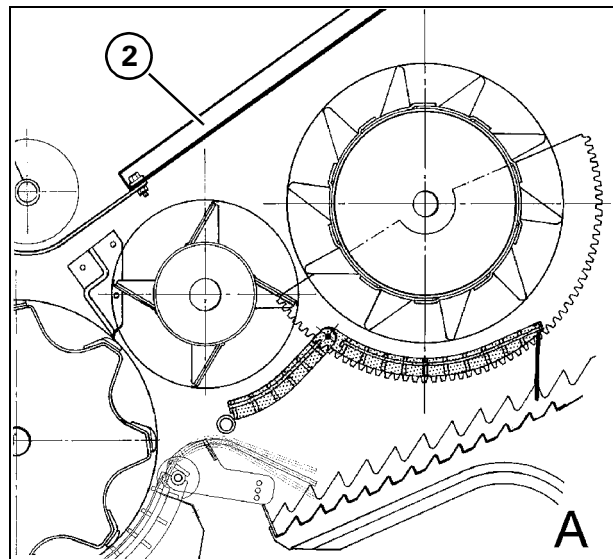

Рис. 57
- А.) С универсальным триером и включенными решетками (Рис. 57)